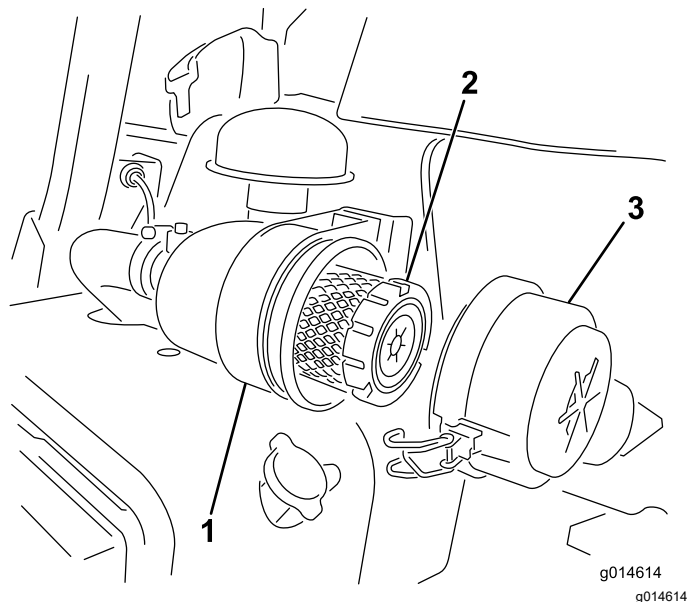

Figura 33
1. Rilasciate i fermi che fissano il coperchio del filtro dell'aria al relativo corpo (**Figura 33**).
7. Fissate i fermi (Figura 33).